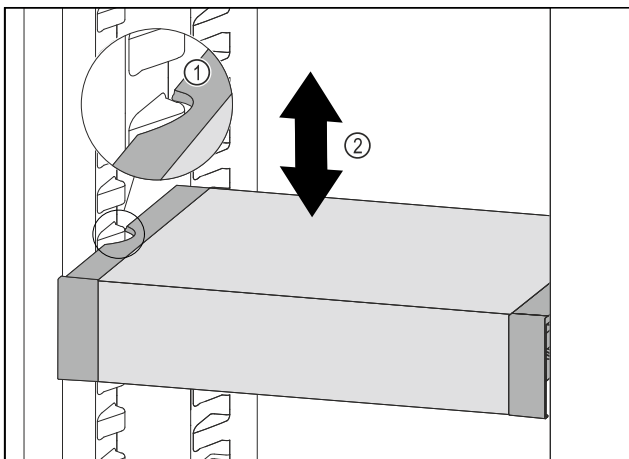

Fig. 111
- ▶ Изтеглете VarioSafe напред, докато страничните прорези на VarioSafe се намират на височината на реброто на съда в хладилната част. Fig. 111 (1)
- ▶ Преместете VarioSafe нагоре или надолу в хладилната част, докато се достигне желаната височина. Fig. 111 (2)